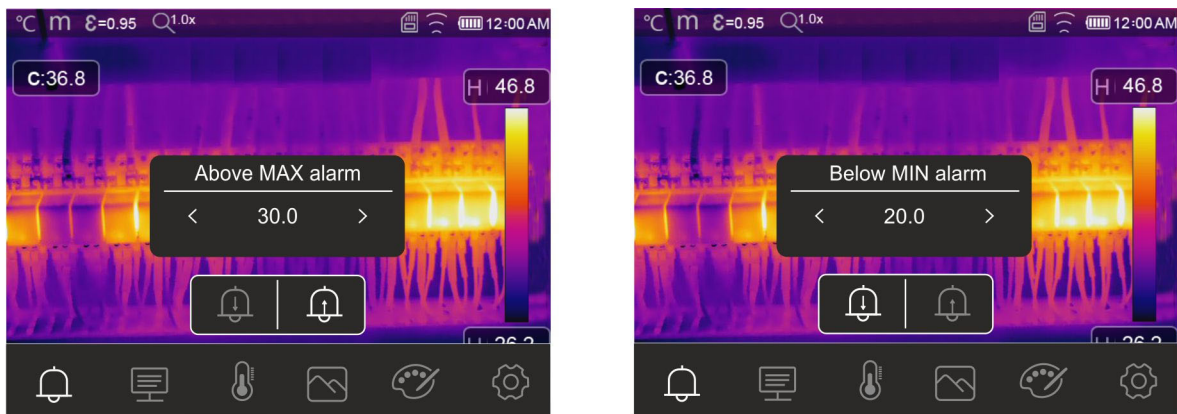

Abb. 41: Einstellung der Schwellenwerte bei Alarmen
3. Berühren Sie das Symbol "🔔", um den mit dem Alarm assoziierten Wert der **hohen** Schwelle zu definieren. Die Bildschirmseite in Abb. 41 – linke Seite erscheint im Display.
5. Berühren Sie das Symbol "🔔", um den mit dem Alarm assoziierten Wert der **niedrigen** Schwelle zu definieren. Die Bildschirmseite in Abb. 41 – rechte Seite erscheint im Display.